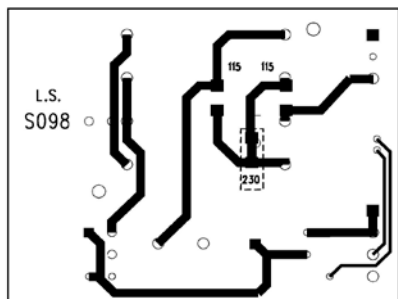

Figura 3
- Quitar el puente marcado con "230" (Figura 3).